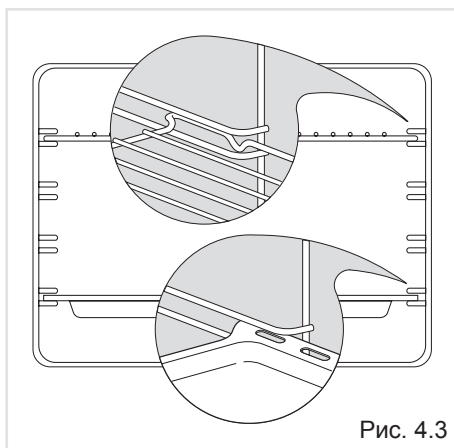

Рис. 4.3
- Вставьте в направляющую противень и решетку, как показано на Рис. 4.3. Решетка устанавливается так, чтобы предохранительный упор, предотвращающий случайное выпадение, был повернут внутрь духовки.